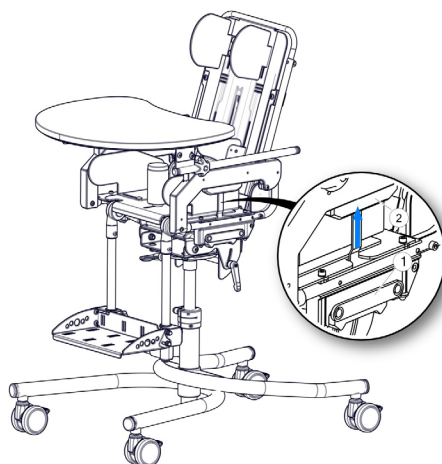

рис. 10
Демонтаж сиденья показан на рис. 10. Чтобы снять сиденье с адаптера (1), возьмите его за подлокотники и поднимите, потянув вверх пряжки крепления сиденья (2). Таким образом сиденье будет снято с адаптера.